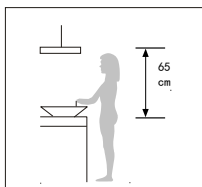

Bild 1
3. För att uppnå bästa möjliga effekt bör köksfläkten placeras på ett avstånd av 65-75 cm ovanför matlagingsområdet. Se bild 1.